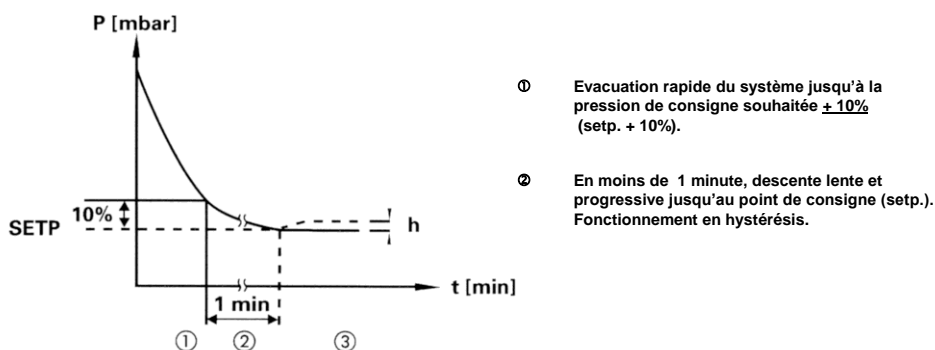

Fig. 3b : Schéma de régulation en mode de fonctionnement manuel : mode 2
5.1.2 Régulation manuel Mode 2 « avec descente progressive » (voir Fig. 3b) Ce mode de régulation n'est possible qu'avec le contrôleur de vide type NBC800.